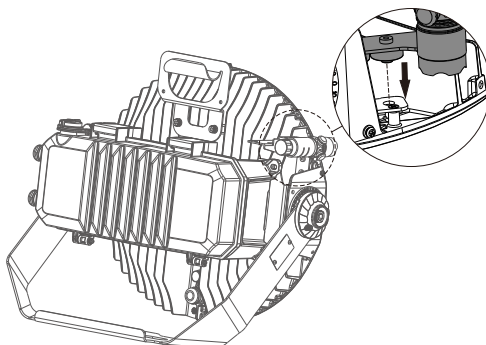

Fig. 9
2. Repérer les trous de montage du laser sur le luminaire comme montré à la Fig. 9. Utilisez les aimants du support de montage du laser pour le fixer.